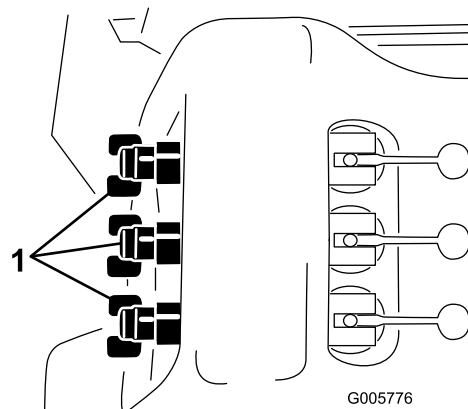

図 28
12. OFF にしたブームのバルブの下についているバイパス・バルブ (図 28) を使って、上記手順9で設定した水圧と同じ水圧に調整する。